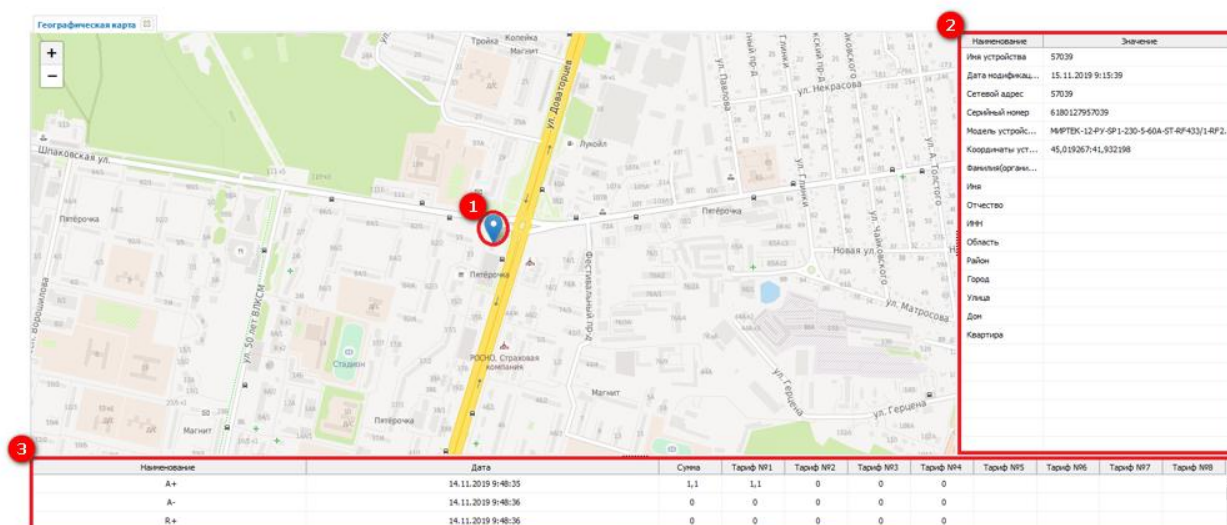

Рисунок 174 – Географическая карта
Подраздел **Географическая карта** меню **Отчеты** позволяет наглядно увидеть устройства на карте. При нажатии на карте на устройство (1) (см. рисунок 174) произойдет отображение основной информации об устройстве (2) и показания значений измерений суммарно и по тарифам (3).